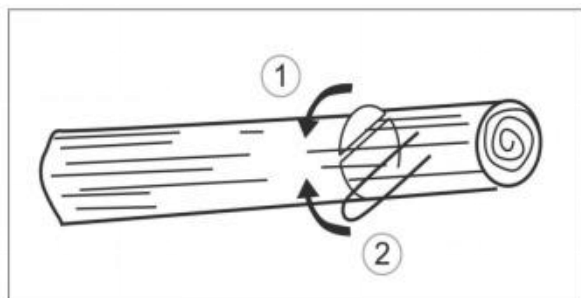

Fig. 22
24. W przypadku, gdy pień jest podparty na obu końcach, najpierw odetnij od góry 1/3 średnicy pnia, aby uniknąć rozszczepienia. Następnie zakończ cięcie od dołu, tak aby pokrywało się z pierwszym cięciem, unikając zakleszczenia (rys. 22).